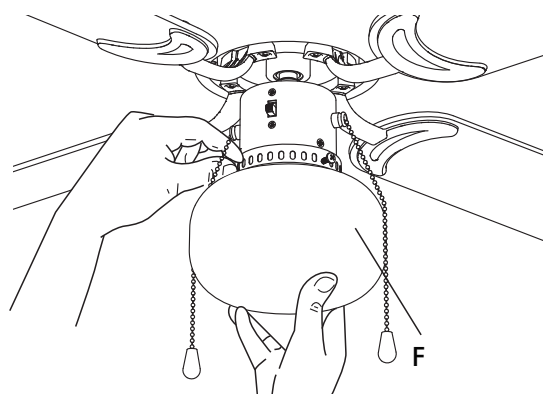

Figura 14
- Instale la pantalla de la lámpara en el adaptador de la lámpara apretando los tornillos de pulgar (Figura 14).